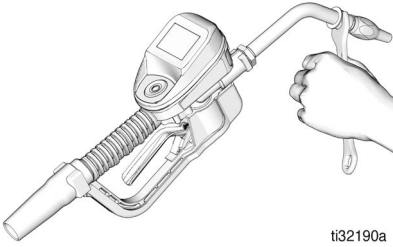

FIG. 12
2. Con la chiave regolabile a forchetta tenere le parti piatte della boccola dell'ugello, quindi serrare saldamente (FIG. 12).
- Per evitare di danneggiare l'ugello, serrarlo *solo* agendo con la chiave sulle parti piatte della boccola, come mostrato in FIG. 12.